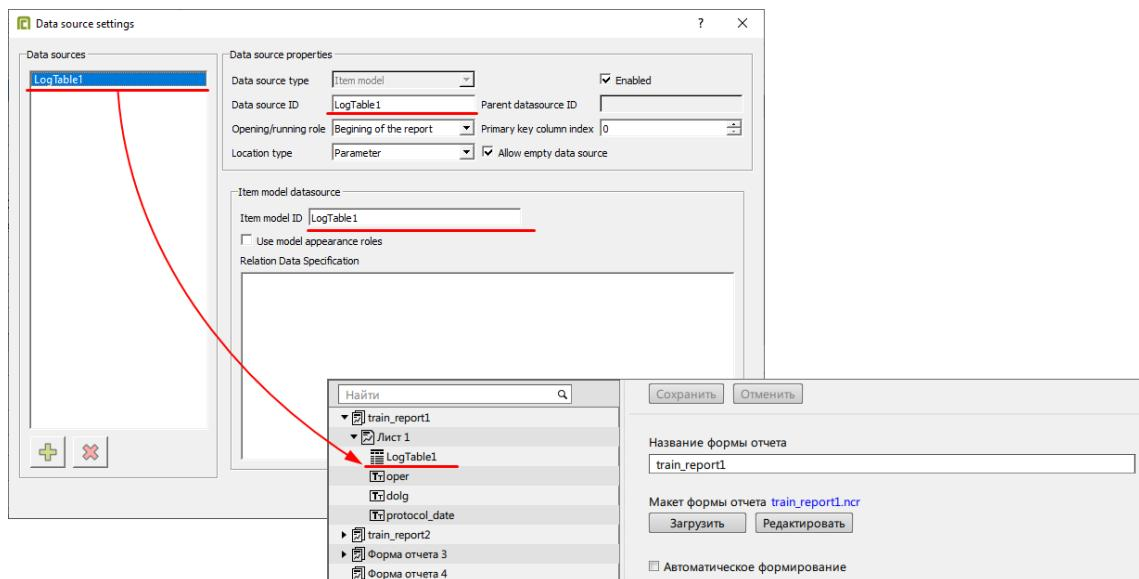

Рисунок 148 - Настройки источника данных
4. Переименуйте источник данных в имя таблицы, как в настройках отчета Redkit Configurator (Рисунок 148). Имена должны полностью совпадать.